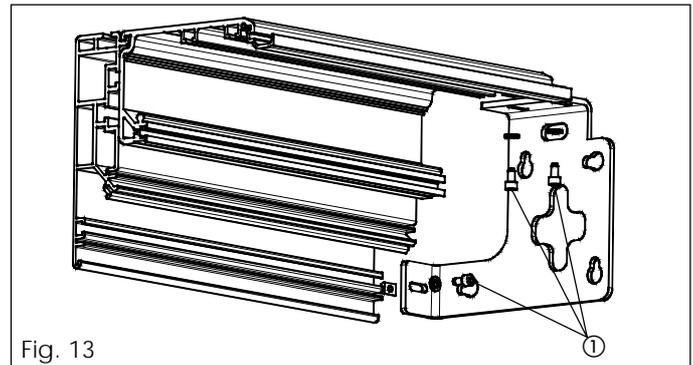

Fig. 13
- Posizionare i piastri nelle apposite sedi e fissare le piastre laterali con le tre viti di fissaggio M6 (fig. 13 rif. ①).